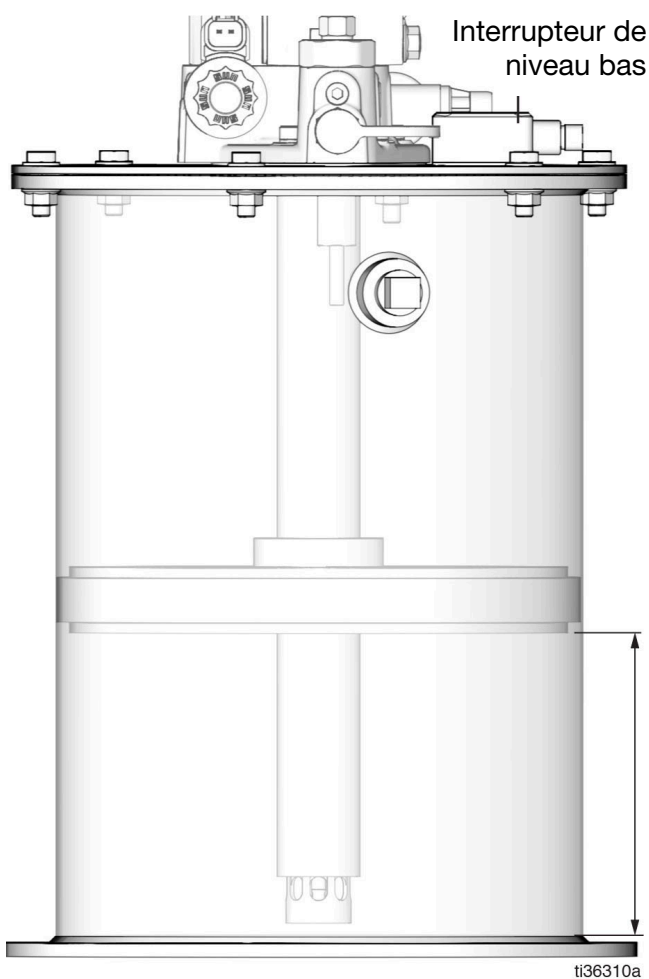

FIG. 20
L'interrupteur de niveau bas (S) (FIG. 20) indique un défaut lorsque le plateau suiveur (Y) atteint la distance fixée en usine depuis le fond du réservoir. Le défaut est activé lorsque le niveau de graisse restant est d'environ 10 pour cent.